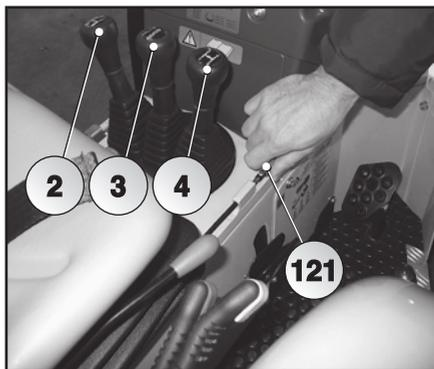

Fig. 5.3
- 2 - posizionare le tre leve (2) (3) (4) (Fig.5.3) del cambio in folle;
- 3 - tirare la leva di sblocco (121) e sollevare il sedile fino allo scatto del fermo di sicurezza (122);
- 4 - Ruotare il gruppo sedile-cruscotto di 180° in senso antiorario per passare dalla posizione di guida normale (circolazione su strada) nella posizione di guida retroversa (Fig.5.3); ruotare in senso orario per passare dalla posizione di guida retroversa alla posizione di guida normale;
- 5 - Sbloccare il fermo di sicurezza (122) e riabbassare il sedile in modo che la leva (121) si reinserisca nella posizione di blocco;